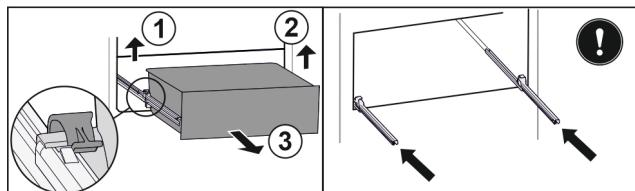

Fig. 89
- Підняти лівий затискач і одночасно висувний ящик ліворуч потягнути вперед. Fig. 89 (1)
- Підняти правий затискач і одночасно висувний ящик праворуч потягнути вперед. Fig. 89 (2)
- Вийняти висувний ящик рухом вперед. Fig. 89 (3)